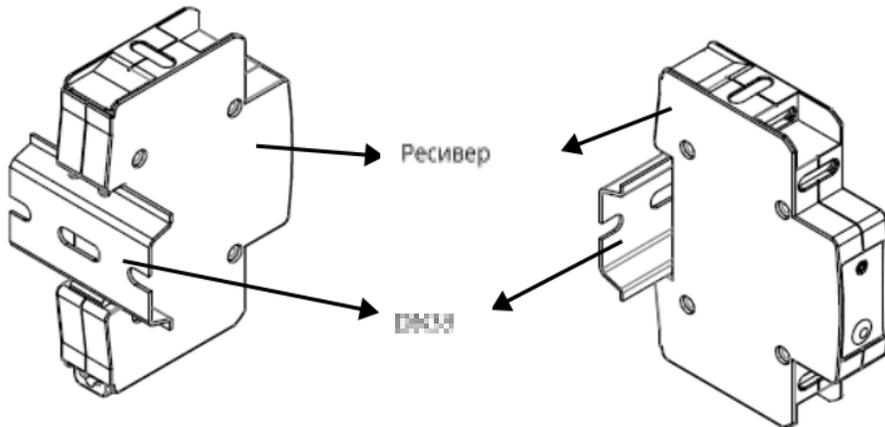

Рис. 4. Монтаж ресивера
3. Надежно установите ресивер на DIN-рейке (DN35) – см. Рис.4.